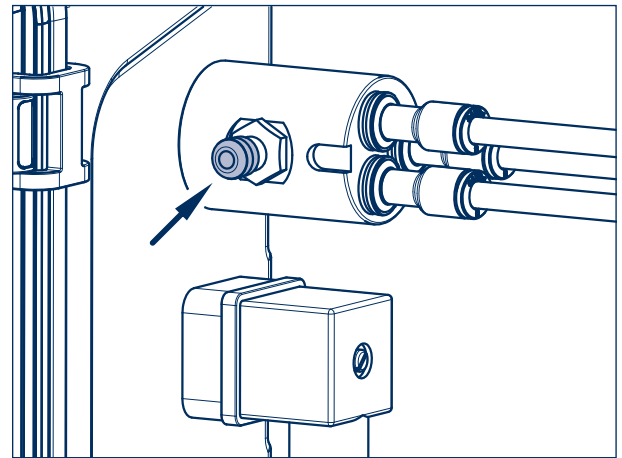

Bild 14
- [1] Kappe am Prüfanschluss entfernen (Pfeil, Bild 14).
- [3] Absperrventil an der AirSave Control Box (842) öffnen.